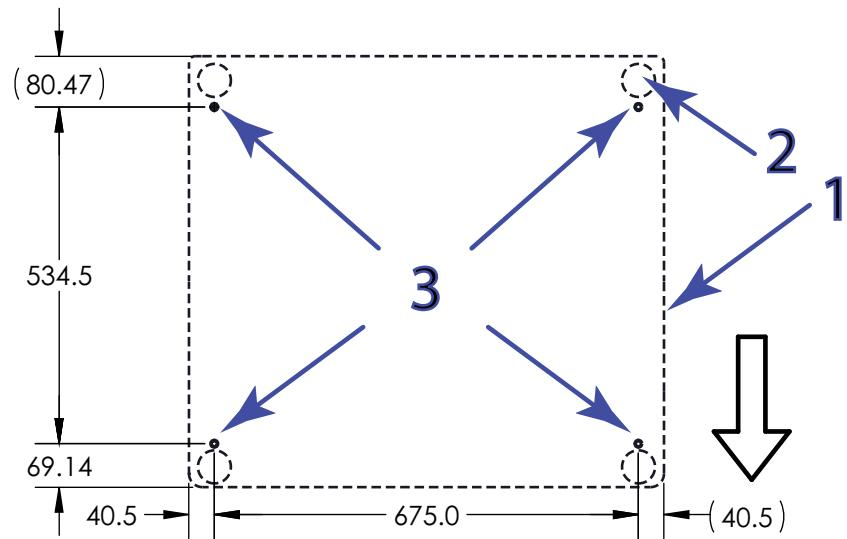
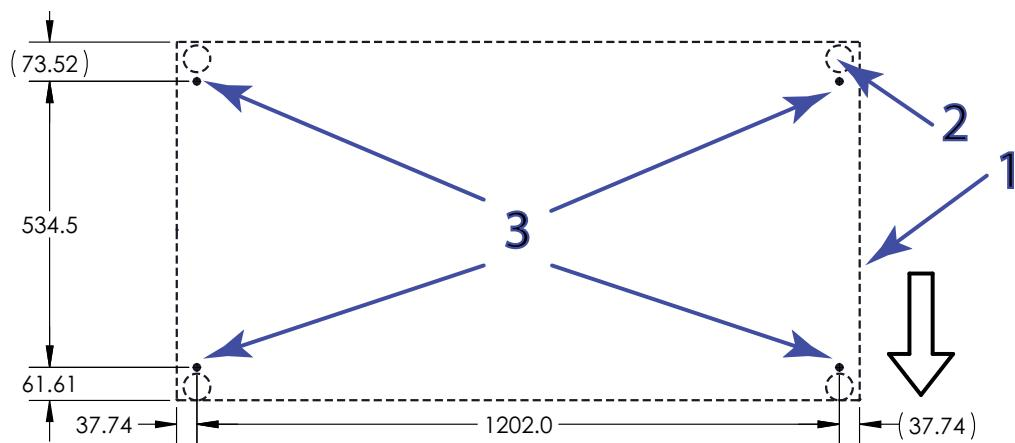

Figura 15. Posizione dei punti di ancoraggio su telaio di larghezza standard (vista dall'alto)
Figura 16. Posizione dei punti di ancoraggio su telaio extra largo (vista dall'alto)
Legenda per Figura 15 e Figura 16
1. Fare riferimento alla Figura 15 a pagina 71 (o Figura 16 a pagina 72 per telai di larghezza extra) e praticare i fori nel tavolo nelle posizioni appropriate per allinearsi